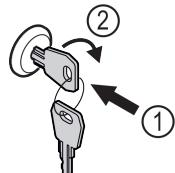

Fig. 170
- ▶ Uvucite ključ Fig. 170 (1).
- ▶ Okrenite ključ za 90° nadesno Fig. 170 (2).